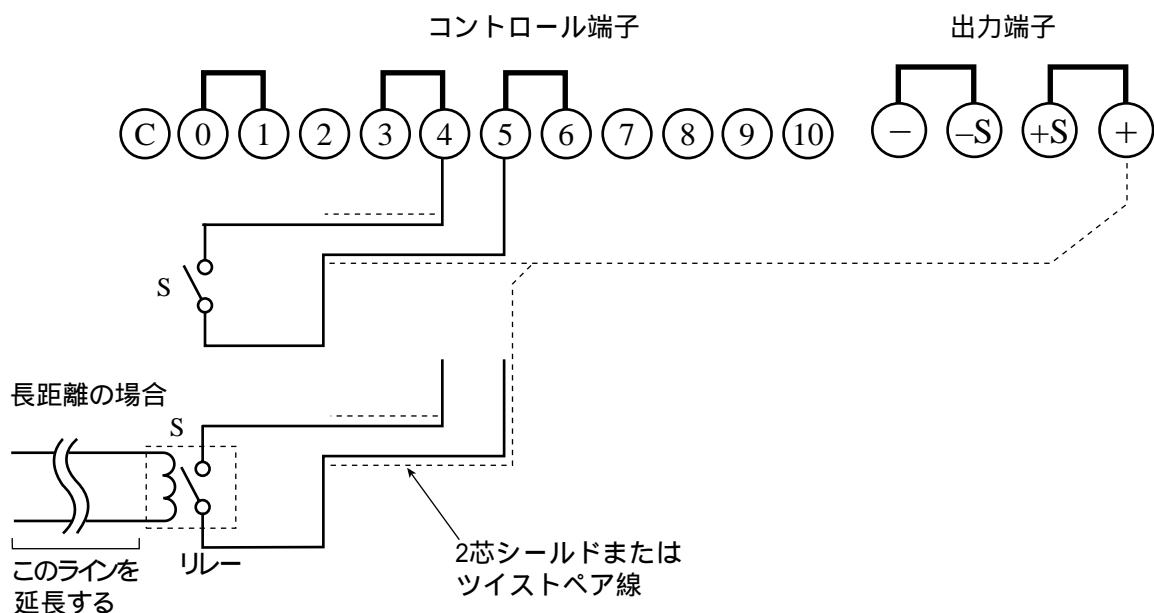

図 4-10 出力の ON/OFFコントロールII の接続
2. コントロール端子の4と5間に接点S(スイッチ)を図4-10のように接続します。